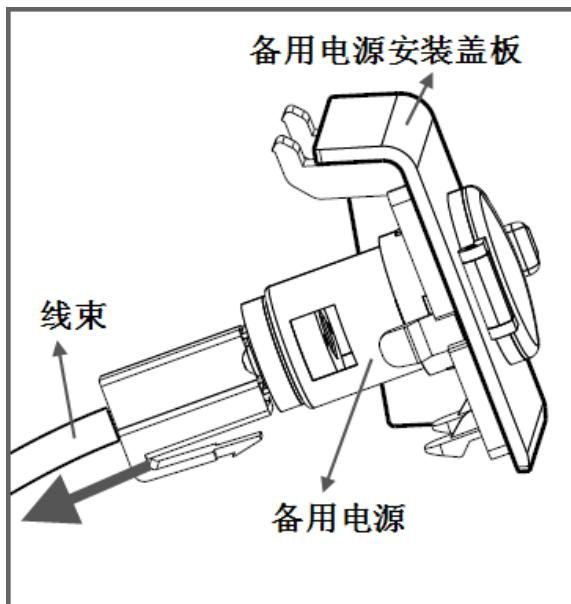

图 1.6.12 备用电源安装版的拆卸 b
- c) 将与备用电源连接的线束松开,再将安装板取出并放在一边。如图1.6.12所示;